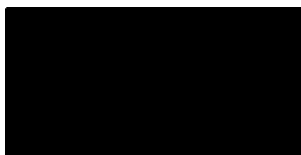

Рисунок 37.
1. Нажмите **Select** (Выбрать), чтобы открыть окно настройки кнопки данной процедуры (Рисунок 37).